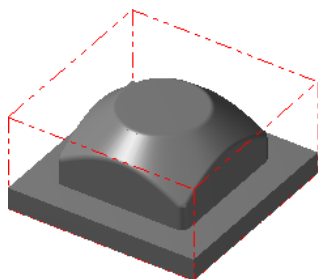

图 6.3 显示工件
Step4. 单击“机器群组属性”对话框中的 **✓** 按钮，完成工件的设置。此时零件如图 6.3 所示，从图中可以观察到零件的边缘多了红色的双点画线，双点画线围成的